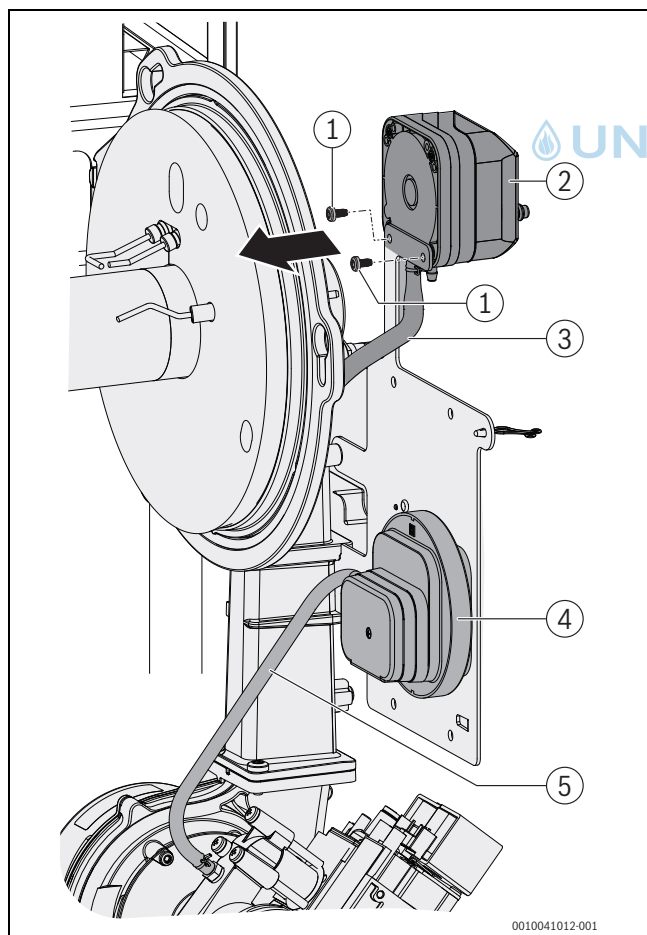
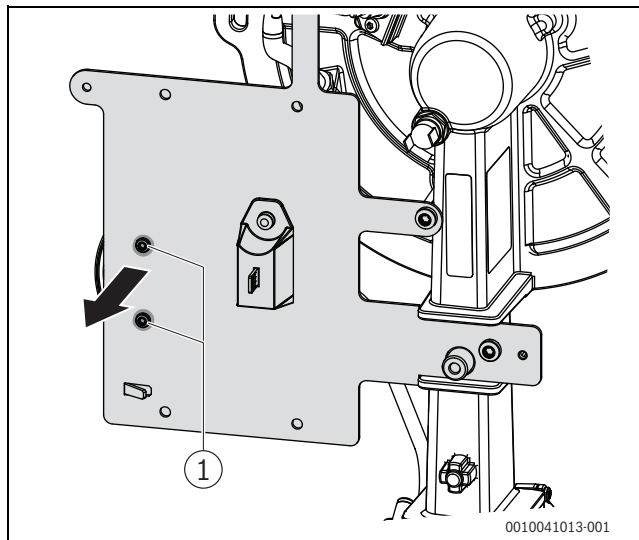

Fig. 43 Démontez le contrôleur de pression du foyer et de faible charge
Fig. 44 Démontez le contrôleur de pression de faible charge
- Retirer 2 vis de fixation (→ fig. 44, [1]) et enlever le contrôleur de pression petite charge (→ fig. 43, [4]) à l'arrière de la plaque de jonction. Veiller à ne pas endommager ni retirer le tuyau souple (→ fig. 43, [5]) et le câble de raccordement (non représenté).
- Fixer les contrôleurs de pression du foyer et de faible charge sur la plaque de jonction avec les vis prévues à cet effet. Veiller à ne pas plier les tubes de raccordement comme illustré dans la figure 43.